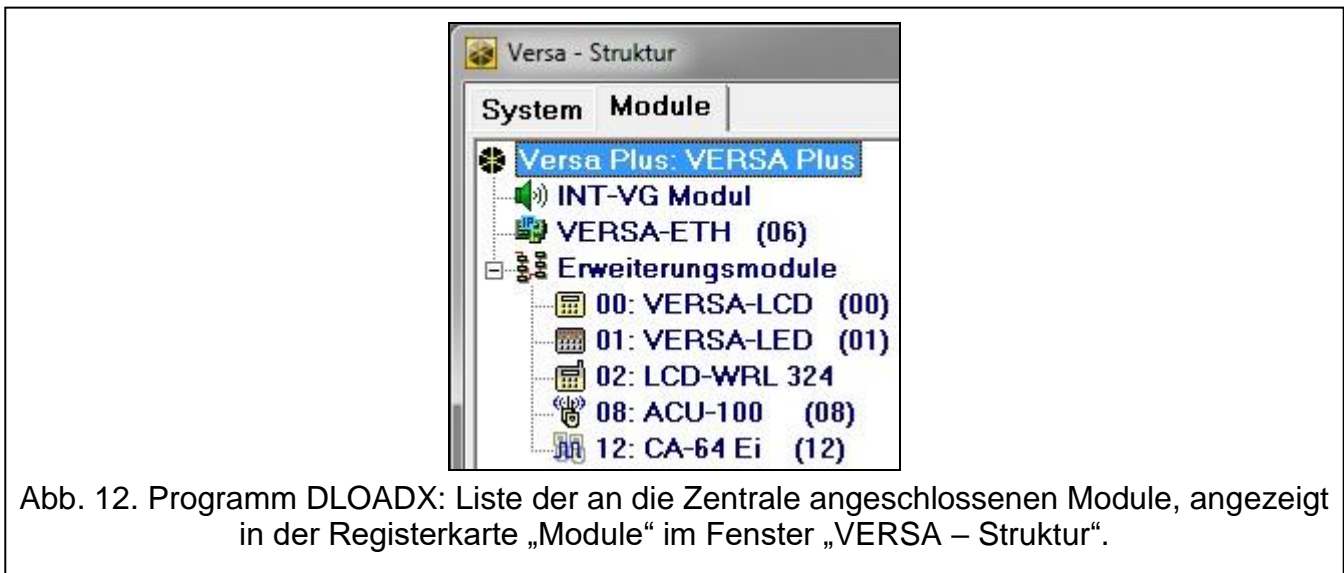

Abb. 12. Programm DLOADX: Liste der an die Zentrale angeschlossenen Module, angezeigt in der Registerkarte „Module“ im Fenster „VERSA – Struktur“.
- Programm DLOADX: Fenster „VERSA – Struktur“ → Registerkarte „Module“. Die Liste von Geräten wird auf der linken Seite des Fensters angezeigt (Abb. 12). Klicken Sie auf den Namen des Gerätes, welches Sie konfigurieren wollen.